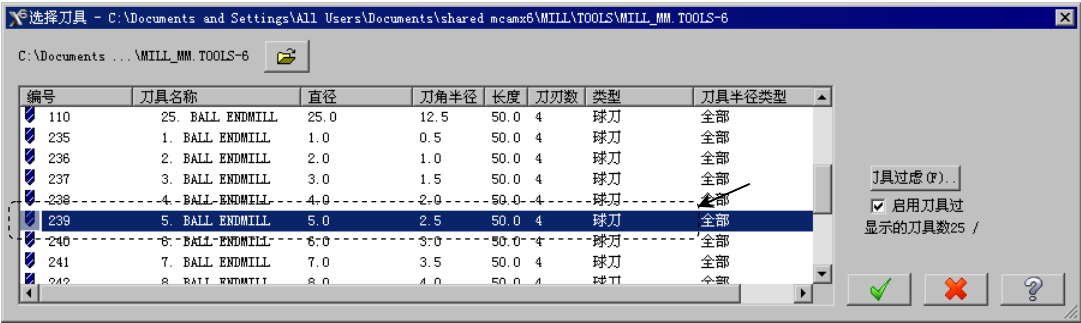

图 6.23 “选择刀具”对话框
(1) 确定刀具类型。在“曲面精加工放射状”对话框中，单击 **刀具过虑** 按钮，系统弹出“刀具过滤列表设置”对话框。单击 **刀具类型** 区域中的 **全关(N)** 按钮后，在刀具类型按钮群中单击  (球刀) 按钮。单击  按钮，关闭“刀具过滤列表设置”对话框，系统返回至“曲面精加工放射状”对话框。
(2) 选择刀具。在“曲面精加工放射状”对话框中，单击 **选择刀具...** 按钮，系统弹出“选择刀具”对话框，在该对话框中的列表框中选取图 6.23 所示的刀具。单击  按钮，关闭“选择刀具”对话框，系统返回至“曲面精加工放射状”对话框。